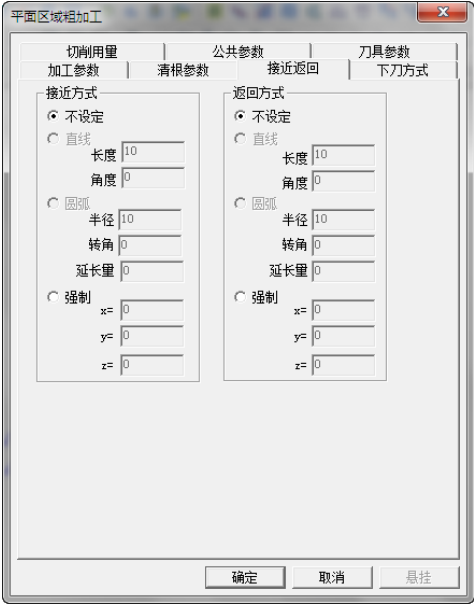

图 7-34 “接近返回”选项卡
(5) 接近返回 有些加工方式不设定切入切出方式, 只设定接近返回。接近返回用于指定每一次进退刀的方式, 避免刀具和工件的碰撞, 并得到较好的接刀质量, 其参数如图 7-34 所示。一般地, “接近”指从刀具起始点快速移动后以切入方式逼近切削点的那段切入轨迹, “返回”指从切削点以切出方式离开切削点的那段切出轨迹。